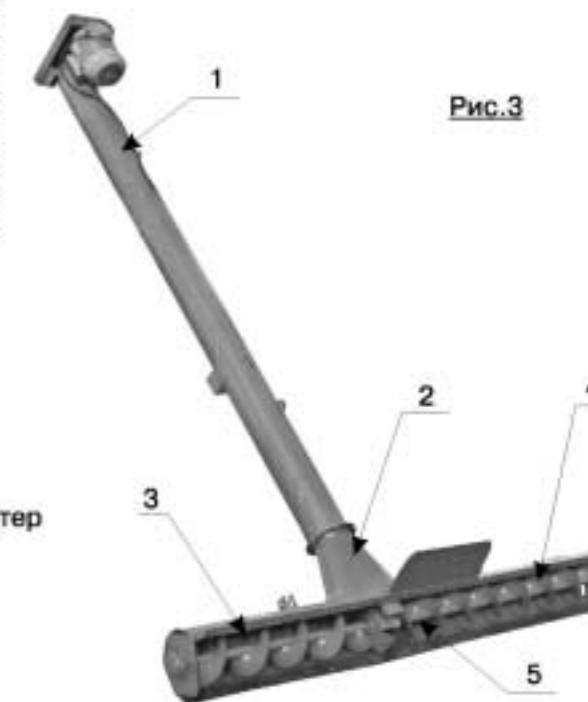

Рис.3
4.1.Транспортер загрузочный (рис. 3) состоит из шнекового транспортера 1, Т-образного шнекового питателя, состоящего из шнека правого 4 и шнека левого 3. крутящий момент от наклонного шнека на питателе передается через конический редуктор 5.